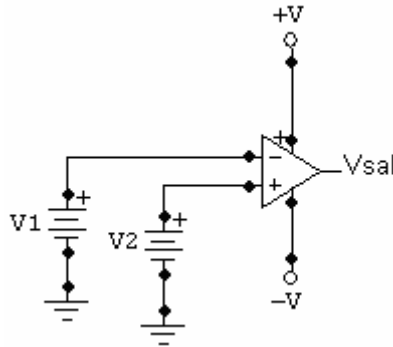

Figura 1.1
- V_1 y V_2 = tensiones de entrada (ver figura 1.1)